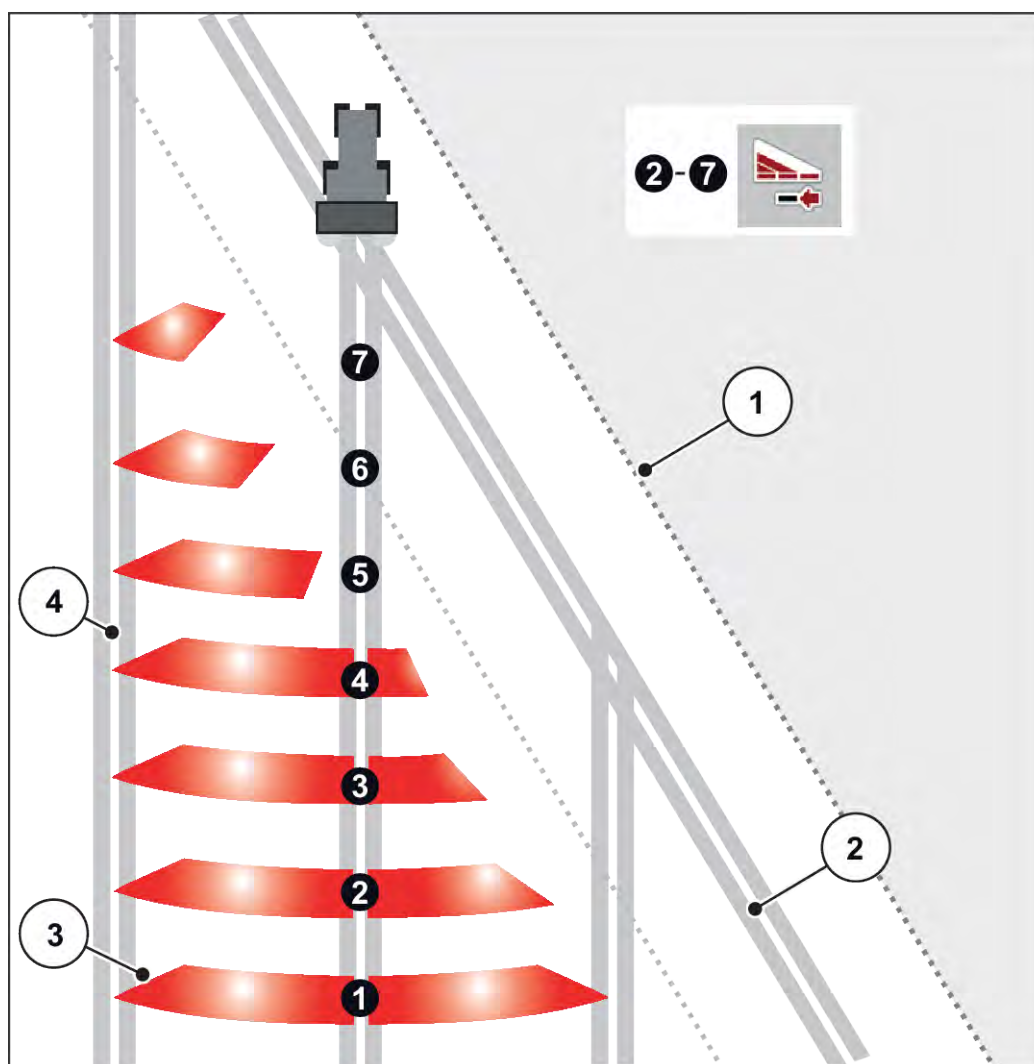

Fig. 47: Automatisk delbreddeaktivering
- Delbreddeaktivering er mulig udefra og ind eller indefra og ud. Se *Fig. 47 Automatisk delbreddeaktivering*